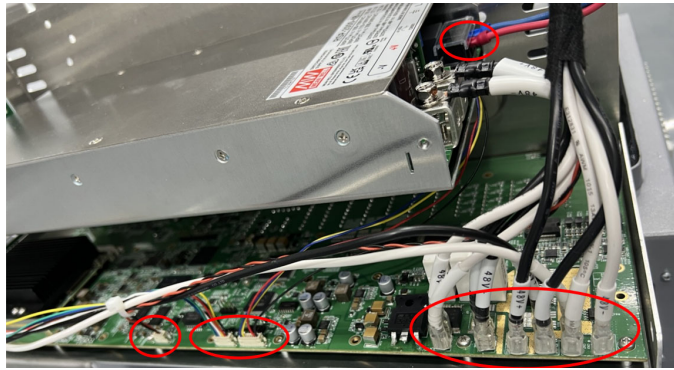

图 3-31 线缆连接
- 将电源安装回原位，并将所有断开的线缆连接好，如图 3-31 所示：